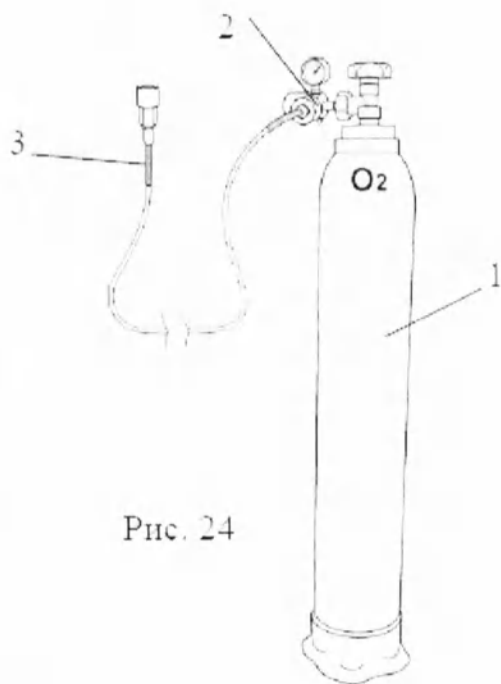

Рис. 24
Подключить аппарат к источнику медицинского O_2 400 ± 100 кПа, максимальный поток 120 л/мин, идеально, когда подключение осуществляется к центральной разводке сжатого кислорода. Если таковая отсутствует, можно подключить аппарат к напорному баллону с медицинским O_2 в соответствии с рис. 24. К напорному баллону (1) соответствующего объема, наполненному до давления 20 МПа (не более), присоединяется редукционный клапан (2). К выходу из редукционного клапана присоединяется напорный шланг (3) из принадлежностей аппарата ИВЛ, который оснащен специальными быстроразъемными разъемами.